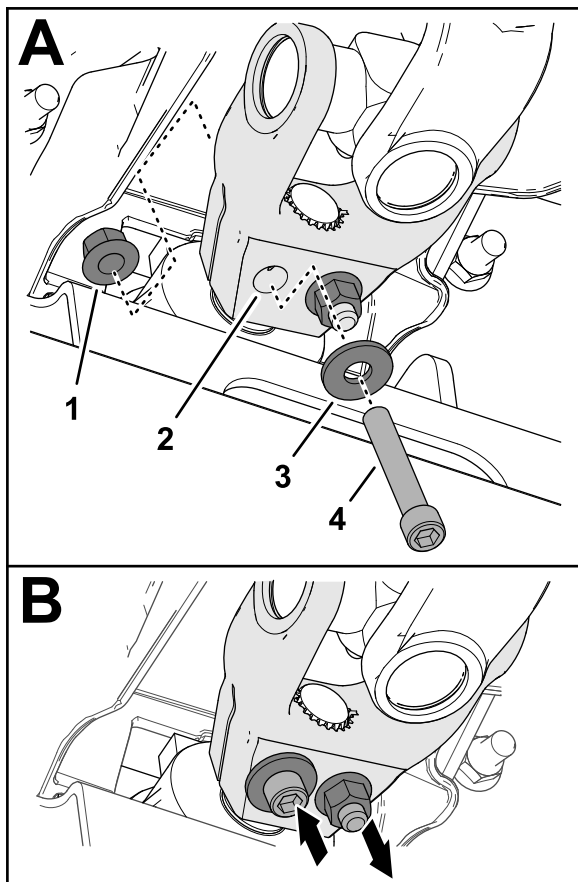

Figura 16
6. Montate un bullone senza dado a brugola ($\frac{3}{8}$ " x $2\frac{1}{4}$ ") attraverso una rondella ($\frac{3}{8}$ ") e il foro nella forcella dell'albero di trasmissione (Figura 16), e fissate il bullone senza dado con un dado di bloccaggio flangiato ($\frac{3}{8}$ ").
7. Montate un bullone senza dado a brugola ($\frac{3}{8}$ " x $2\frac{1}{4}$ ") attraverso una rondella ($\frac{3}{8}$ ") e il foro nella forcella dell'albero di trasmissione dalla direzione opposta (Figura 16), e fissate il bullone senza dado con un dado di bloccaggio flangiato ($\frac{3}{8}$ ").